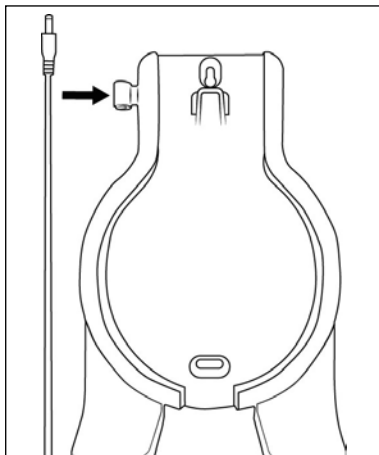

Abb. 5
- 6) Setzen Sie den Hohlstecker **13** des Netzadapters **12** in die Wandhalterung **16** ein (siehe Abb. 5).